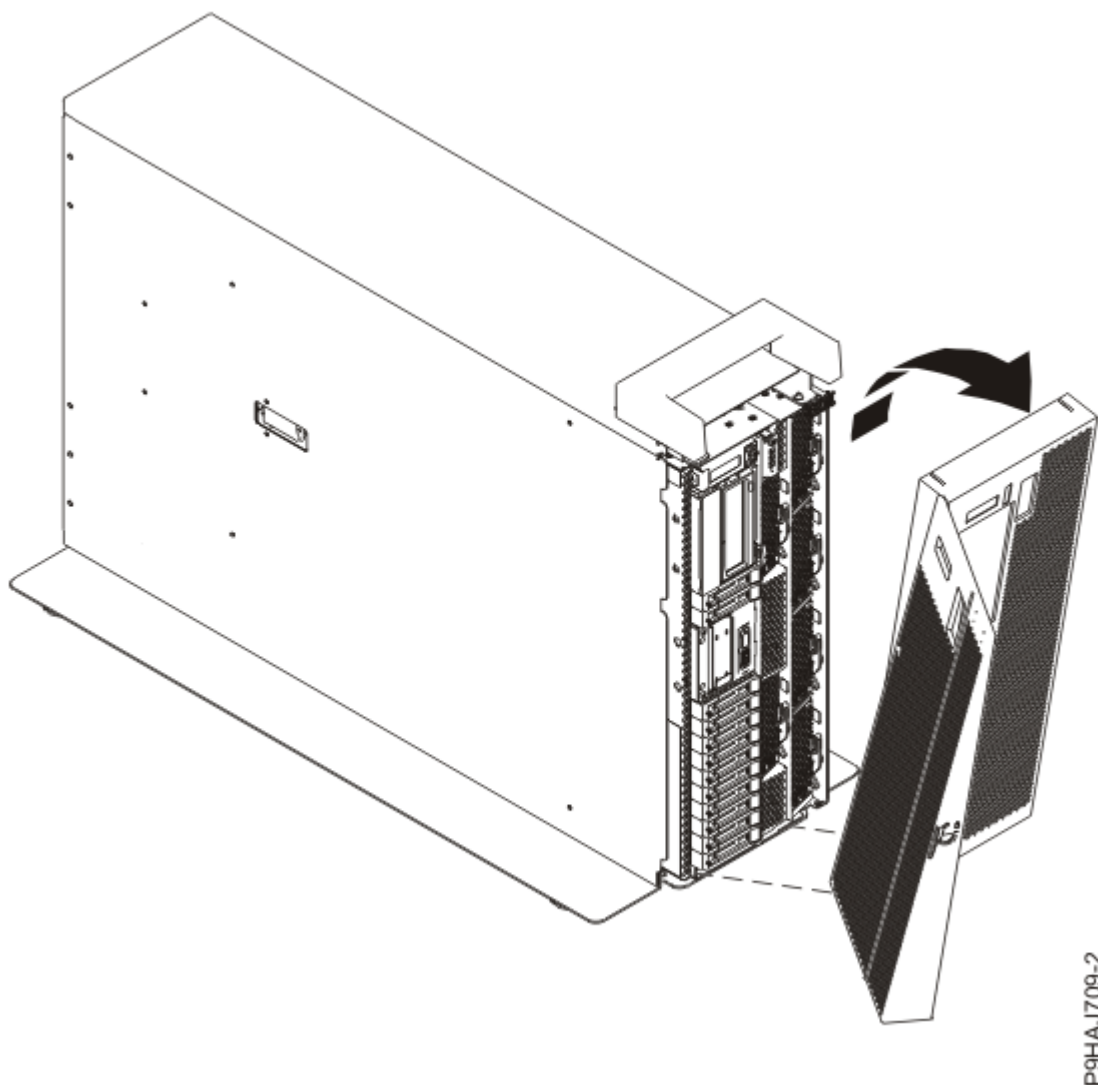

Figura 6. Removendo a Tampa Frontal
- d) Puxe a tampa para fora do sistema, como mostrado na Figura 6 na página 8.